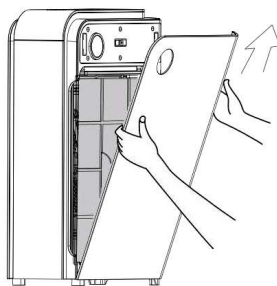

рис. 2
3. Выньте фильтр предварительной очистки (2) из очистителя воздуха. Фильтр закреплен в устройстве при помощи шести защелок (рис. 2).